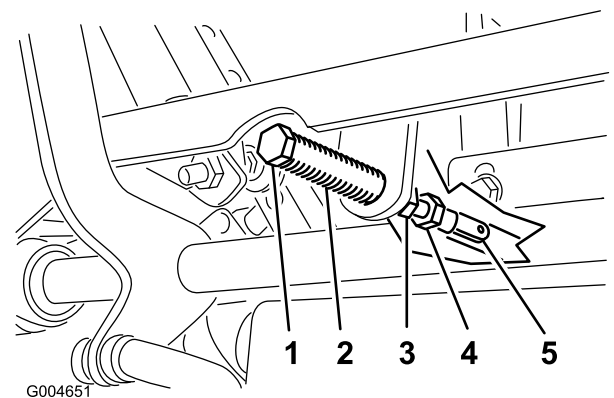

Figura 59
5. Tirate indietro la leva finché il cavalletto con testa (sul braccio sottostante l'albero di articolazione) non tocca l'estremità della scanalatura (inizia a premere sulla molla) (Figura 59).
7. Se occorre regolare, allentate il dado e il controdado contro la forcella (Figura 59).
8. Premete leggermente indietro la leva di comando del movimento e girate la testa del bullone di regolazione nella direzione opportuna finché la leva di comando non si trova al centro, in posizione di bloccaggio in folle (Figura 59).
9. Serrate il dado e il controdado (Figura 59).
10. Serrate i controdadi dei giunti a sfera (Figura 59).